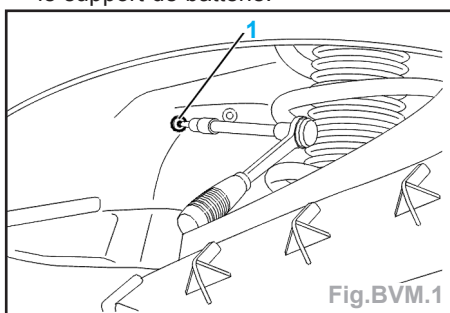

Fig.BVM.1
- Déposer (Fig.BVM.1) :
- la vis du support batterie (1),